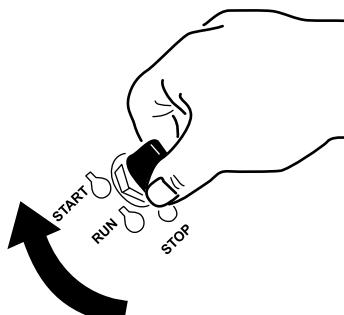

Figure 16
- Tournez la clé de contact à la position de démarrage (Start) (Figure 16). Relâchez la clé quand le moteur démarre.
6. Tournez la clé de contact à la position de démarrage (Start) (Figure 16). Relâchez la clé quand le moteur démarre.